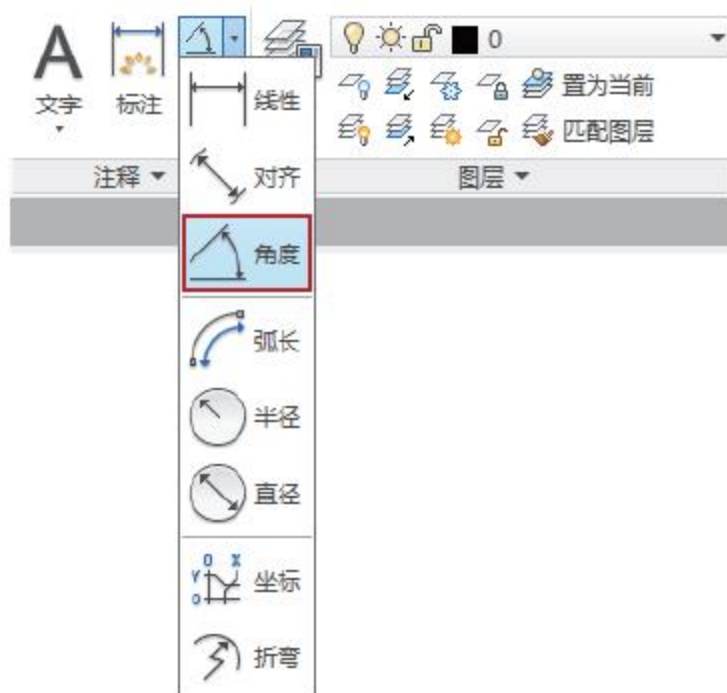

图5-66 单击按钮
- 【默认】选项卡：在【默认】选项卡中，单击【注释】面板中的【角度】按钮，如图5-66所示。